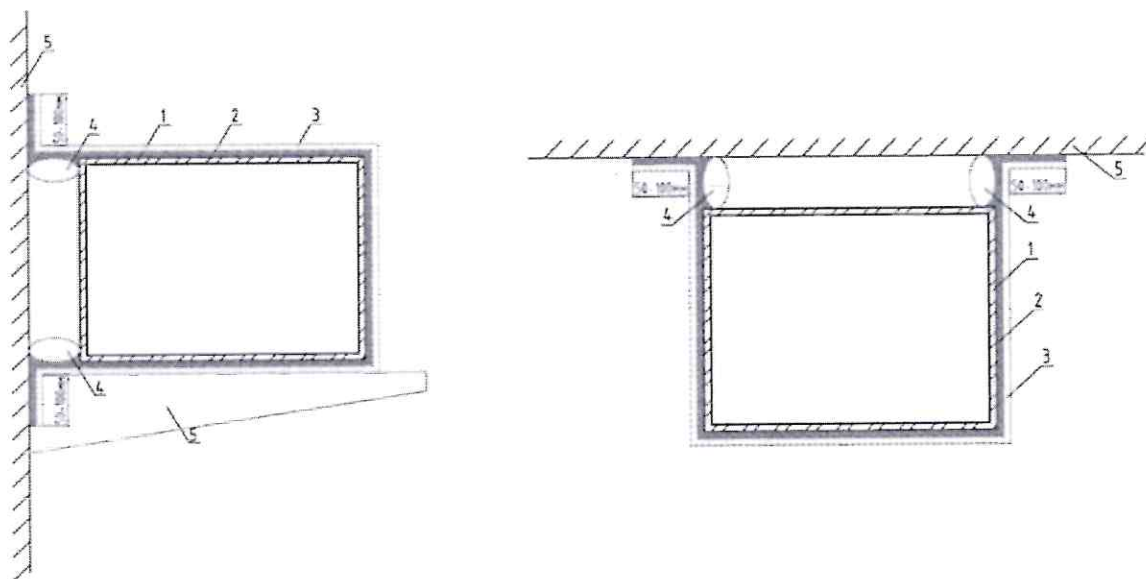

Рис. 4. Огнезащита воздуховодов системой PRO-МБОР-VENT при близком расположении к стене (а) и перекрытию (б).
- узкие промежутки между соседними воздуховодами заполняются шнуром ШБТ, после чего монтаж системы PRO-МБОР-VENT осуществляется согласно п.4.6 как для единой системы (рис. 4).
- узкие промежутки между воздуховодами и строительной конструкцией заполняются шнуром ШБТ, после чего монтаж системы PRO-МБОР-VENT осуществляется с заведением материала PRO-МБОР на строительную конструкцию на 50-100 мм согласно п.4.6 с обязательной проклейкой клеем Kleber и закреплением механическим способом (металлическими анкерами) с шагом не более 150 мм (рис. 4).